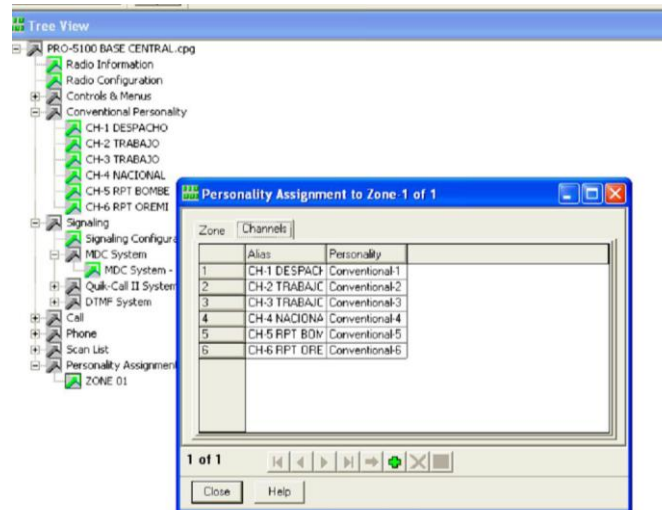

Figura 3.11 Insertando la zona
10. Una vez que hemos programados nuestros canales se procederá a signar la Zona, Hace Clic en Personality Assignment to Zone, luego en ZONE 01 y en Channels ver la Figura 3.11.